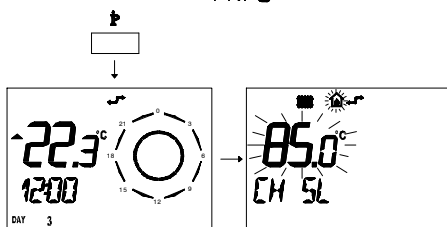

fig. 7.3
- 8 Premere per più di 3 secondi il pulsante  per entrare in modalità *INFO*. (fig. 7.3)